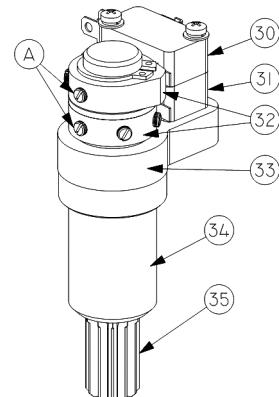

Рис.3 Двухсторонняя муфта ограничения крутящего момента
При достижении предварительно установленной величины крутящего момента в положении ЗАКРЫТО или ОТКРЫТО, либо в случае аварийного заклинивания штока затвора арматуры в промежуточном положении, выходной вал (15) (рис.1) с червячным колесом (16) останавливается, а червяк (11), ввинчиваясь в венец червячного колеса (16), вследствие продолжающегося вращения ротора электродвигателя, начинает перемещаться в осевом направлении, сжимая тарельчатые пружины (12). Величина сжатия тарельчатых пружин определена настроенным крутящим моментом моментной муфты. Поступательное движение червяка (11) приводит к вращению вала моментной муфты (34) (рис.3). Кулачки (32), расположенные на валу моментной муфты, нажимают кнопки муфтовых микровыключателей (30, 31), размыкая цепь управления питанием электродвигателя электропривода.